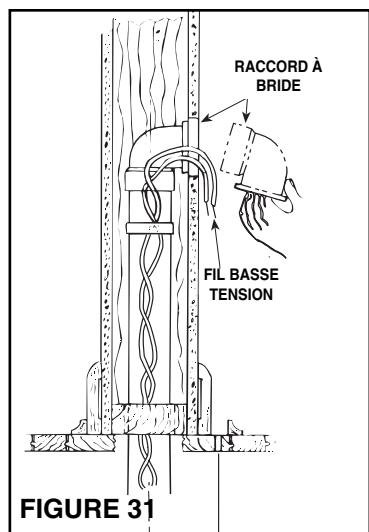

FIGURE 31
- Appliquez de l'adhésif de contact au tube et installez le raccord à brides. Soyez sûr que le raccord est bien en place et scellé (Figure 31).